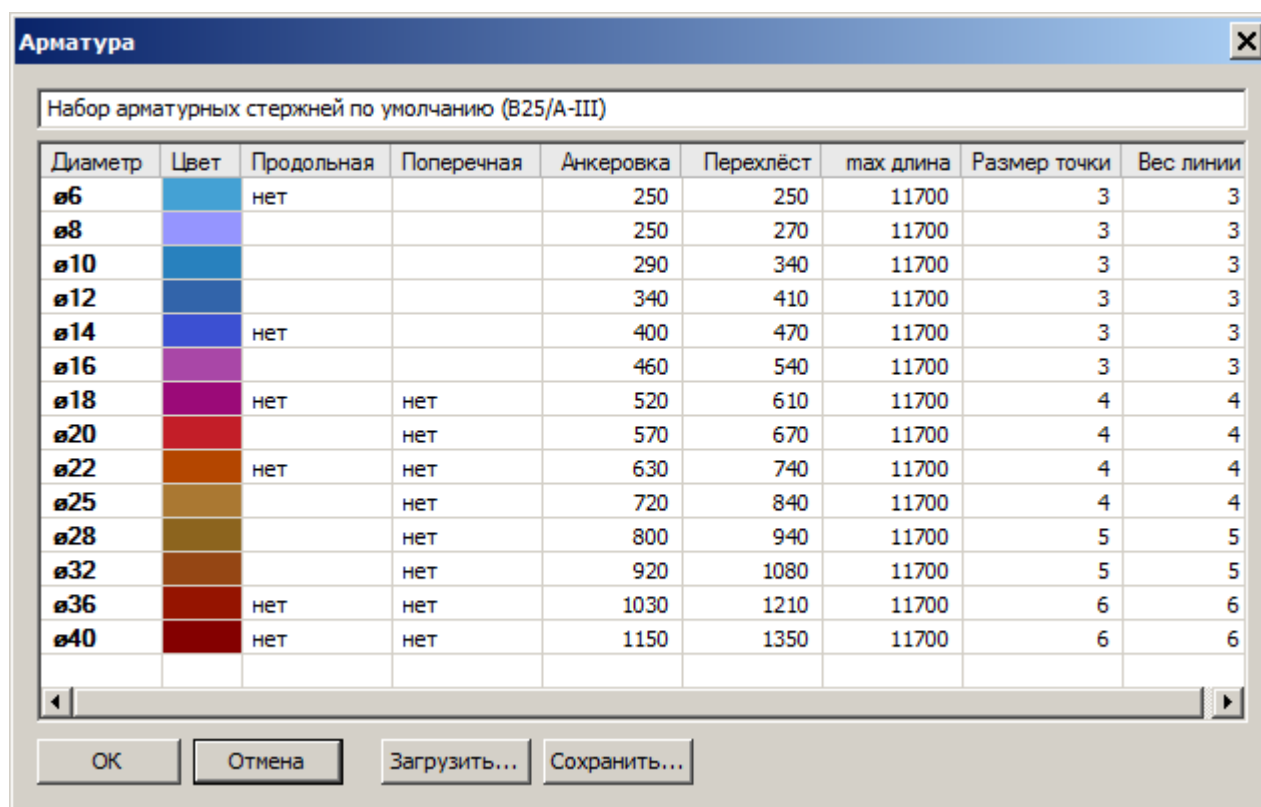

Рис.7.23. Диалоговое окно Арматура
- Для того чтобы исключить какие-то диаметры из конструирования (предположим известен перечень диаметров, которые не используются при конструировании) вызовите диалоговое окно **Арматура** (рис.7.23) щелчком по кнопке - **Арматура** (панель **Настройки** на вкладке **Армирование**).